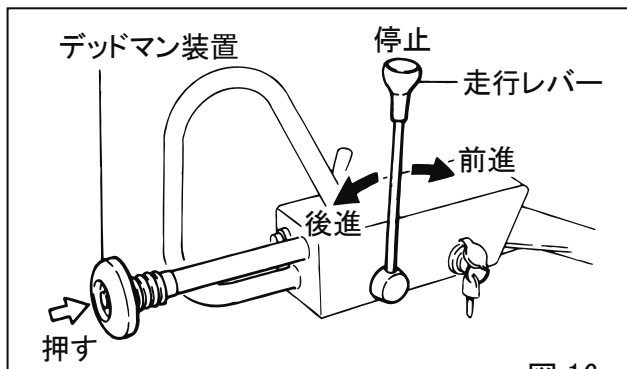

図 16
- デッドマン装置が付いていますので、後進時に押すと走行レバーが中立の位置に戻り、本機が停止します。(図16)